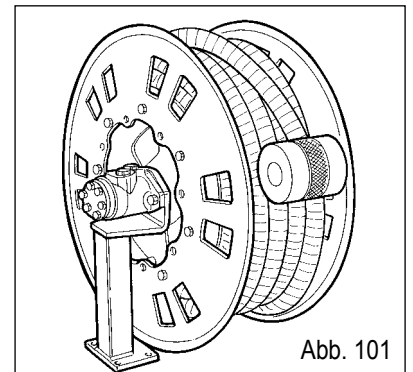

Abb. 101
Wenn man über eine Anlage für die HYDRAULISCHE AUFWICKLUNG (Optional) (Abb. 101) verfügt, bei der das Öl des Traktors eventuell mit der unabhängigen Hydraulikpumpe kombiniert ist: nachdem die Schnellanschlüsse des Öls an den Traktor angeschlossen wurden und die Anlage unter Druck gesetzt wurde, betätigen Sie, um zu wählen, welches der zwei Zubehöriteile verwendet werden soll, den Hebel (2) und setzen Sie ihn in die Position Schlauchaufwickler; ziehen Sie dann den Hebel (1), um den Schlauch wieder auf den Aufwickler zu wickeln (Abb. 102-103).